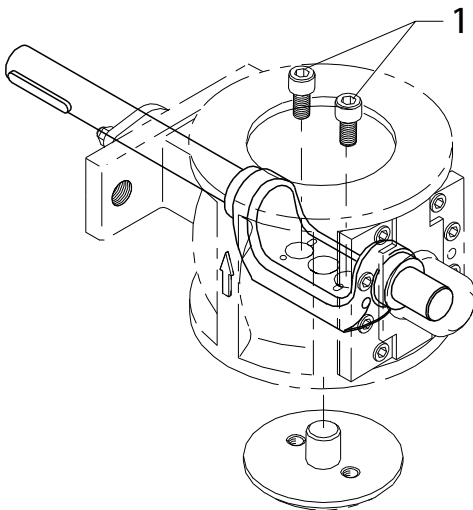

Fig.6-12 Byte av säte DN 65-250
4. Lossa skruvarna (→ Fig. 6-12/1) växelvis med hjälp av en insexnyckel. Kontrollera att kulsegmentets sfäriska yta är oskadad. Ev. skador kan snabbt förstöra ett nytt säte. För ev. byte av kulsegment se kapitel "byte av kulsegment" (→ Kap.6.7).